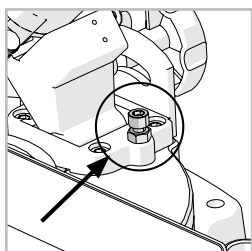

Fig. 9
- Desserrez l'écrou autobloquant sur la vis de réglage de l'angle de biseau. **(Fig. 9)**